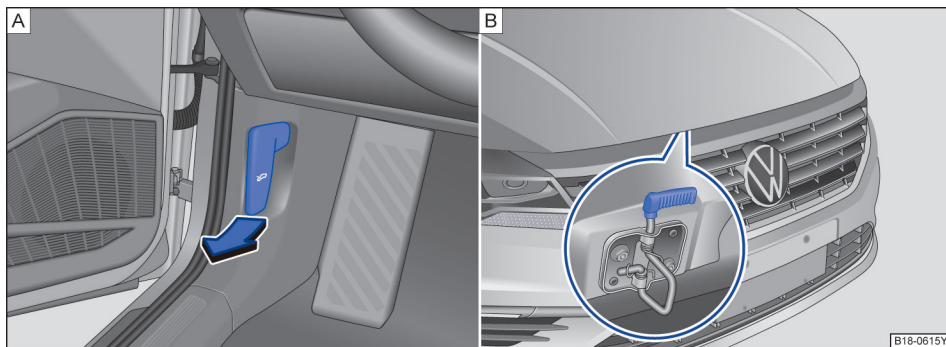

图 133 A 驾驶员侧脚部空间：发动机舱盖解锁手柄 B 散热器格栅上方用于打开发动机舱盖的拉杆
- 在车内沿图示箭头方向拉动发动机舱盖解锁手柄⇒图 133(A)，舱盖会在弹簧机构的作用下稍许弹开。
- 向上提起发动机舱盖前部中央的开启拉杆，抬起发动机舱盖并将其打开⇒图 133(B)⇒▲